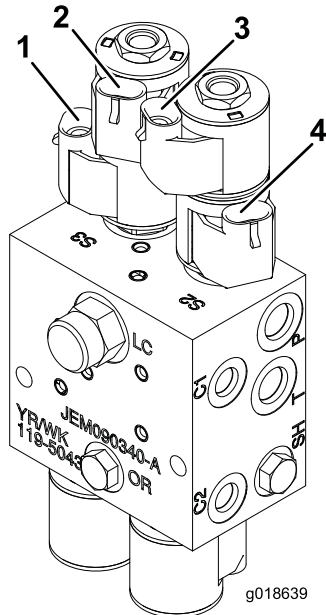

Bild 19
8. Schließen Sie die Anschlüsse Left Boom/Up“, Left Boom/Down“ am Kabelbaum an den Magnetventilen am Hydraulikblock an (Bild 19).